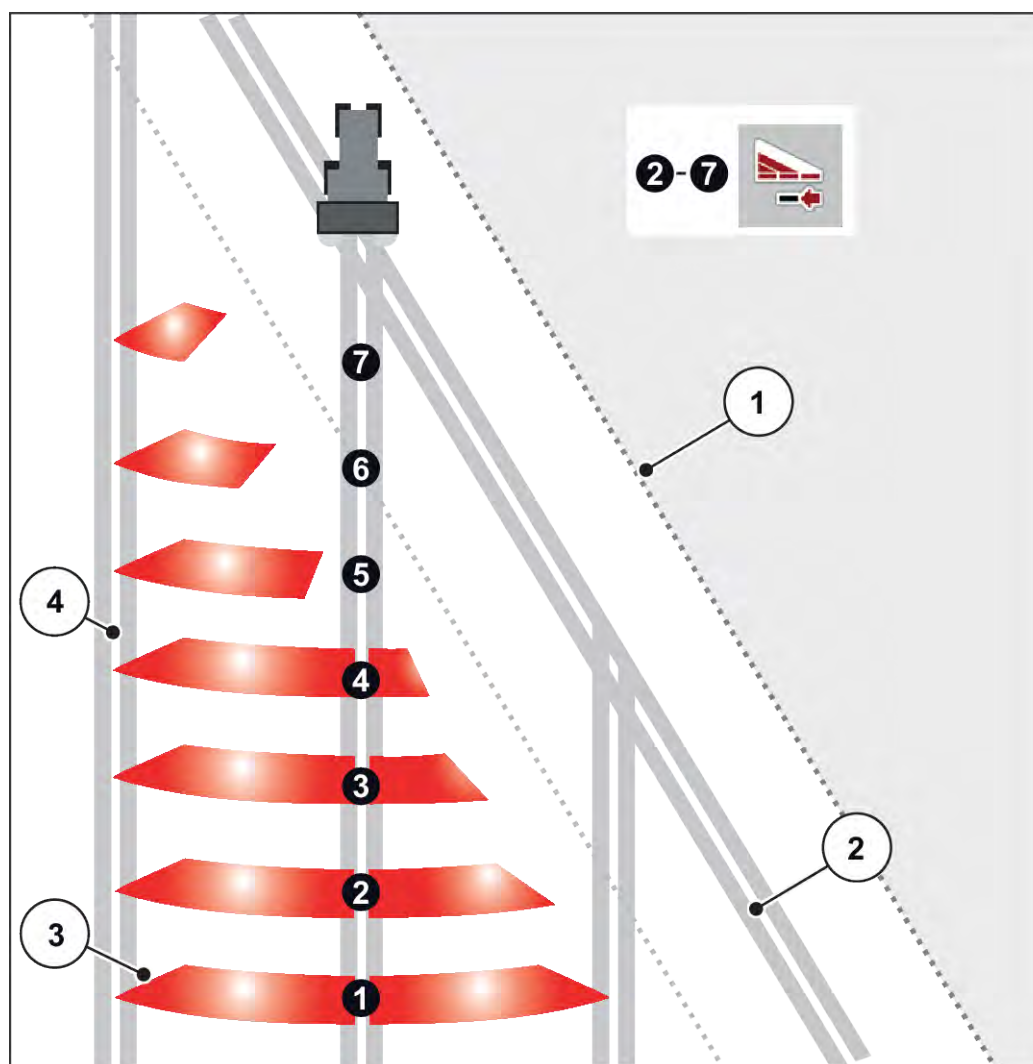

Fig. 44: Coupure de tronçons automatique
- La coupure de tronçons est possible de l'extérieur vers l'intérieur ou de l'intérieur vers l'extérieur. Voir Fig. 44 Coupure de tronçons automatique